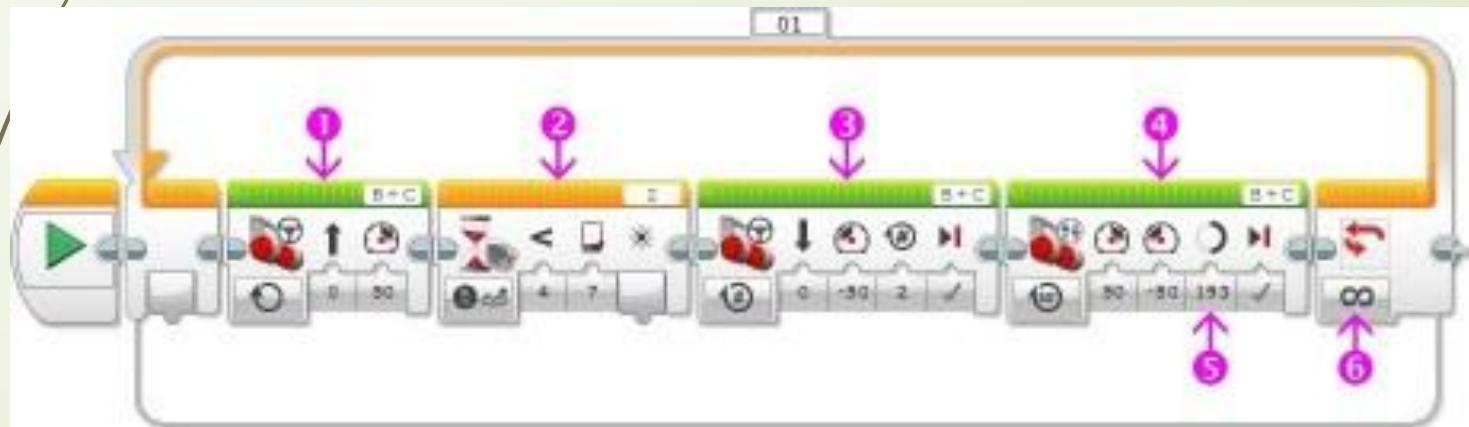

Рис. 16
- Начать прямолинейное движение вперед (**Рис. 16 поз. 1**);
- Ожидать пересечения чёрной линии датчиком цвета (**Рис. 16 поз. 2**);
- Двигаться назад на 2 оборота (**Рис. 16 поз. 3**);
- Повернуть направо на 90 градусов (**Рис. 16 поз. 4**);
собранного по инструкции small-robot-45544 (**Рис. 16
- Повторять команды 1 - 4 в бесконечном цикле (**Рис. 16